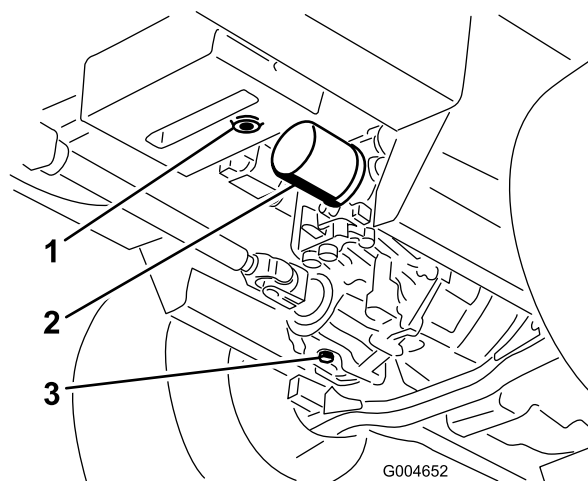

Рисунок 62
3. Поместите под гидравлический бак и картер трансмиссии большой поддон и удалите пробки; слейте всю гидравлическую жидкость (Рисунок 62).
4. Очистите область вокруг фильтра гидравлической жидкости и снимите фильтр (Рисунок 62).